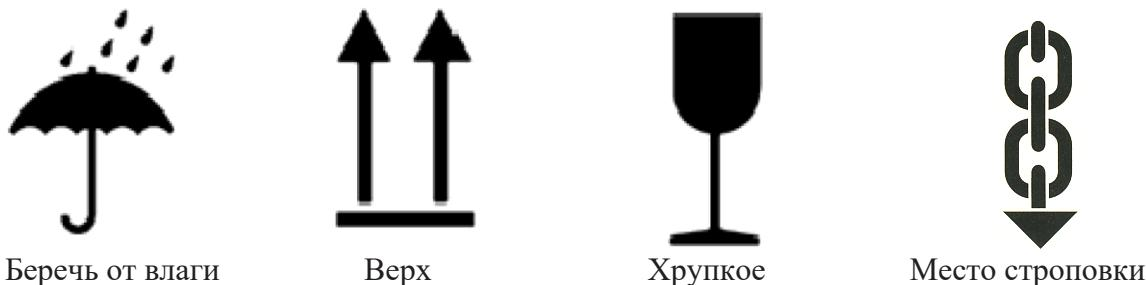

Рисунок 8 Манипуляционные знаки на упаковке
- При транспортировании, подъеме, перемещении и складировании учитывать центр тяжести оборудования. Строповку осуществлять только за обозначенные места. Строго соблюдать требования манипуляционных знаков, нанесенных на упаковку (Рисунок 8).